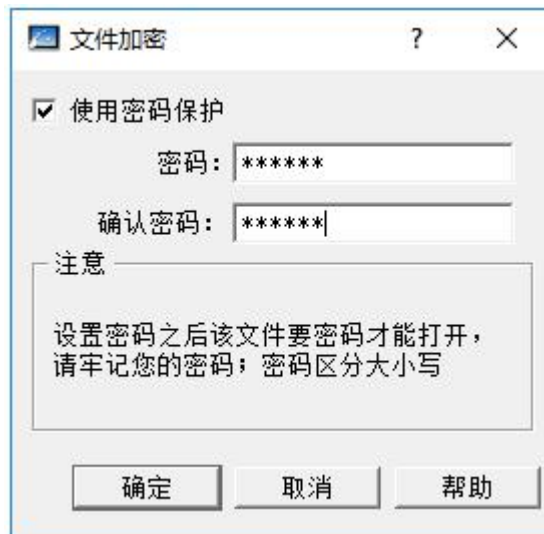

图 7-12 文件加密对话框
- 双击“工程管理器”中的“文件加密”选项, 弹出如图 7-12 所示对话框: